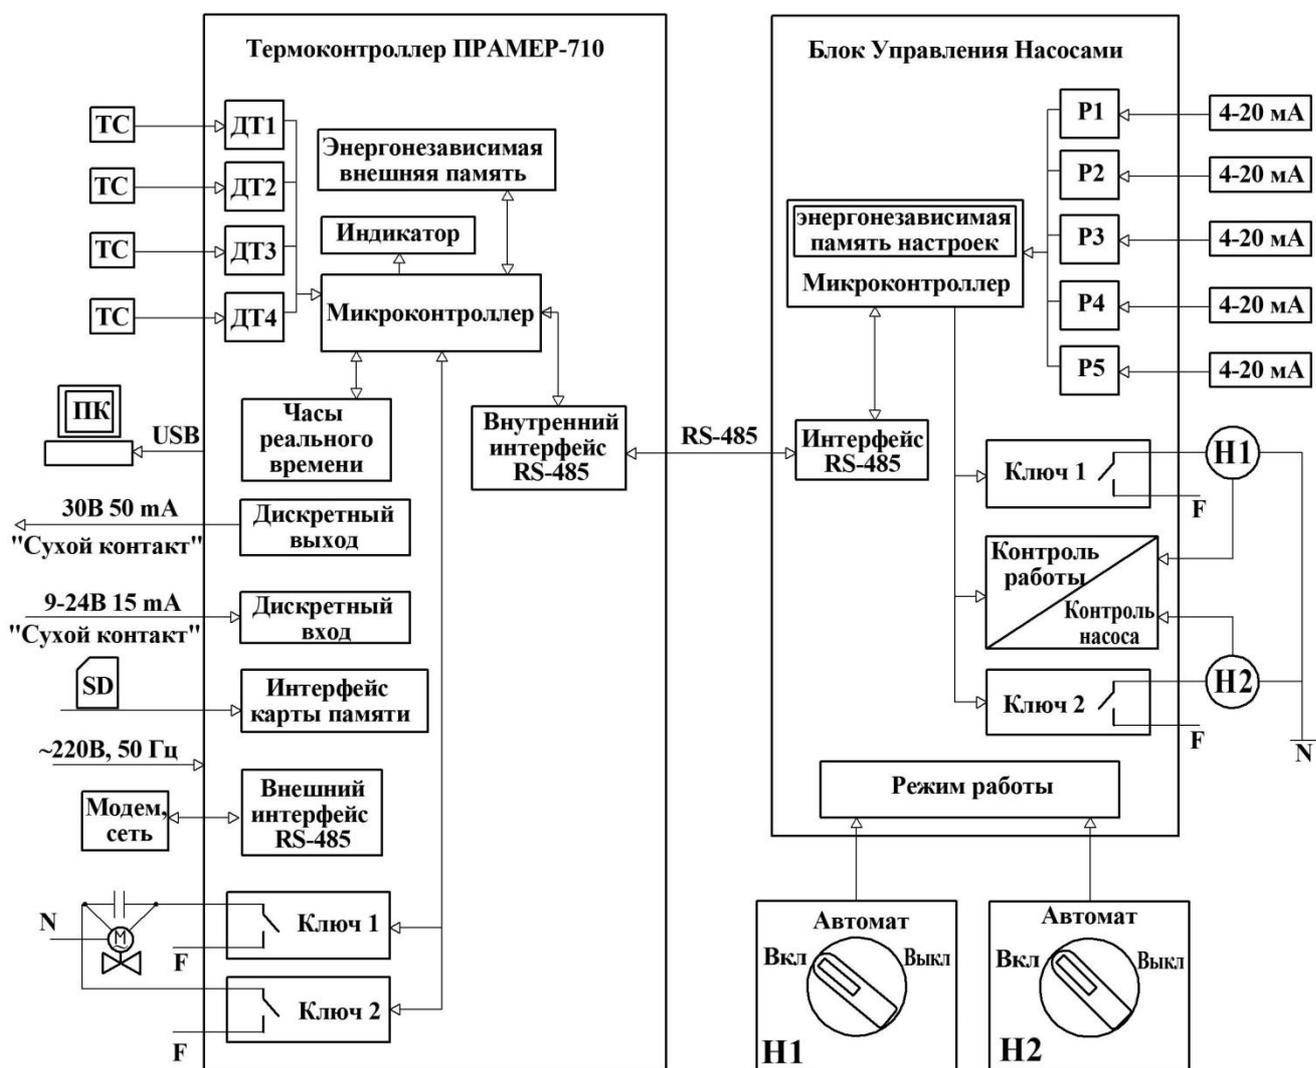

Рисунок 3 – Структурная схема комплекса - БУН и ПРАМЕР-710
2.2.7 Внешнее управление насосами осуществляется подключением к БУН выносного терминала или внешнего пульта и т.д (см. Рисунок 3). Для каждого насоса предусмотрено две линии управления с помощью 3-х позиционных переключателей (ON-OFF-ON с фиксацией положения – "ВКЛ"- "АВТОМАТ"- "ВЫКЛ" соответственно).